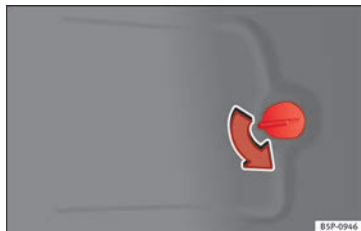

Fig. 189 Luci sulla carrozzeria.
- Rimuovere lo sportello del pannello laterale del bagagliaio » **fig. 189.**